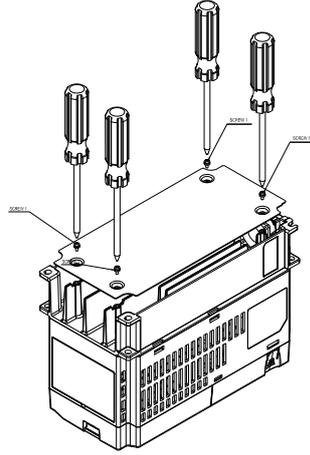

图 1
1. 将螺丝 1 *4 (M3) 与 Accessory 1 锁住 (如图 1 所示)。螺丝扭力值: 6~8 kg-cm / [5.21~6.94 lb-in.] / [0.6~0.8 Nm]